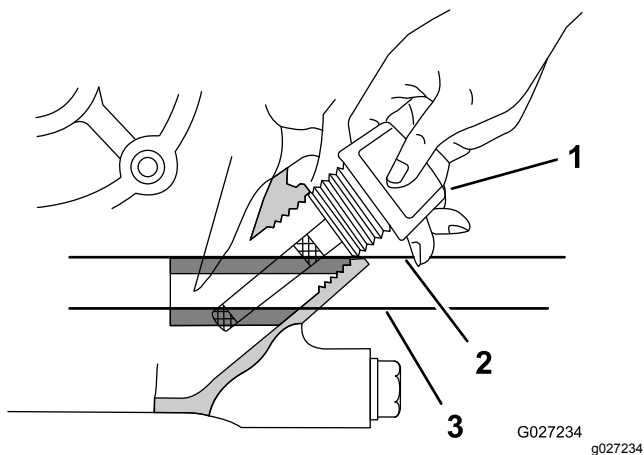

Figura 11
3. Inserte la varilla del motor, tal y como se muestra en la Figura 11.